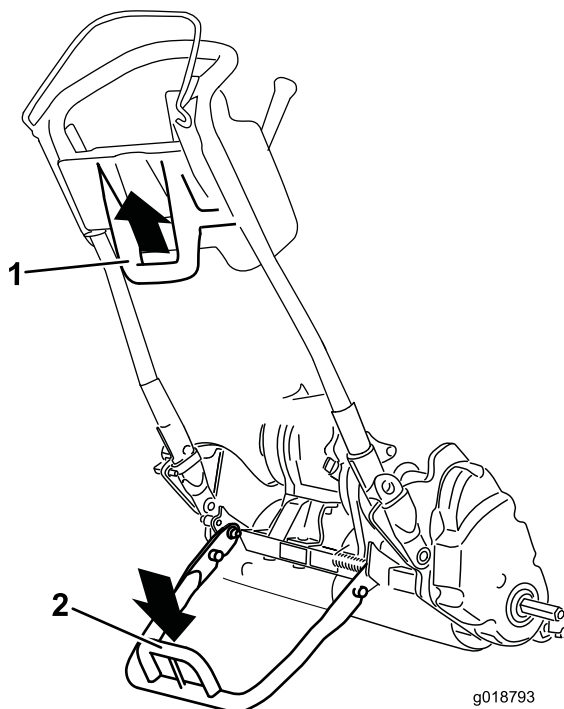

図 21
- 移動走行タイヤの着脱のためにキックスタンドを操作するには、スタンドを床面まで下げ、ループを足で踏みつけた状態のままで、機体下部についているハンドルを持ってマシンを後方に引いてください図 21。